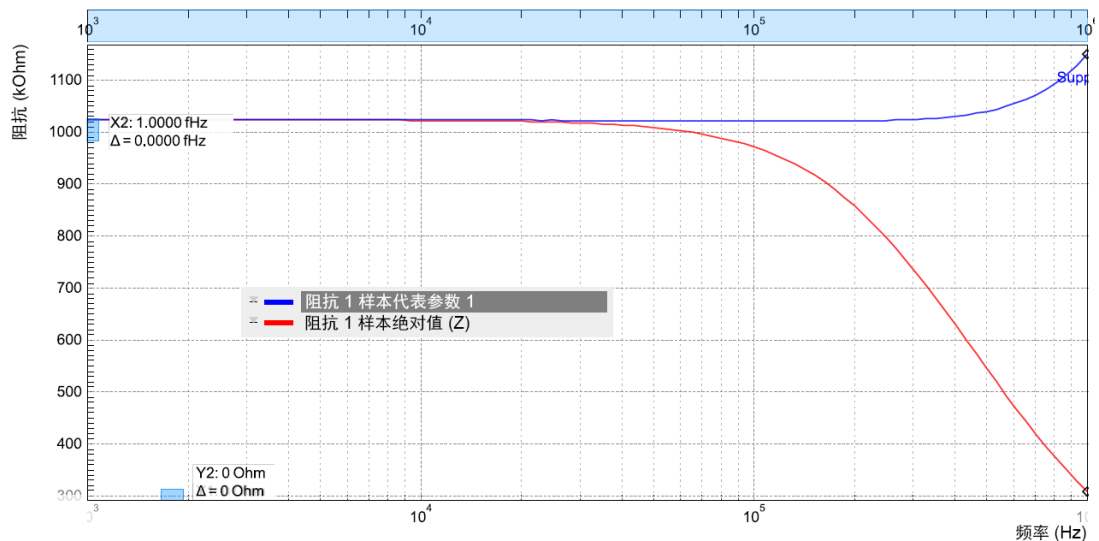
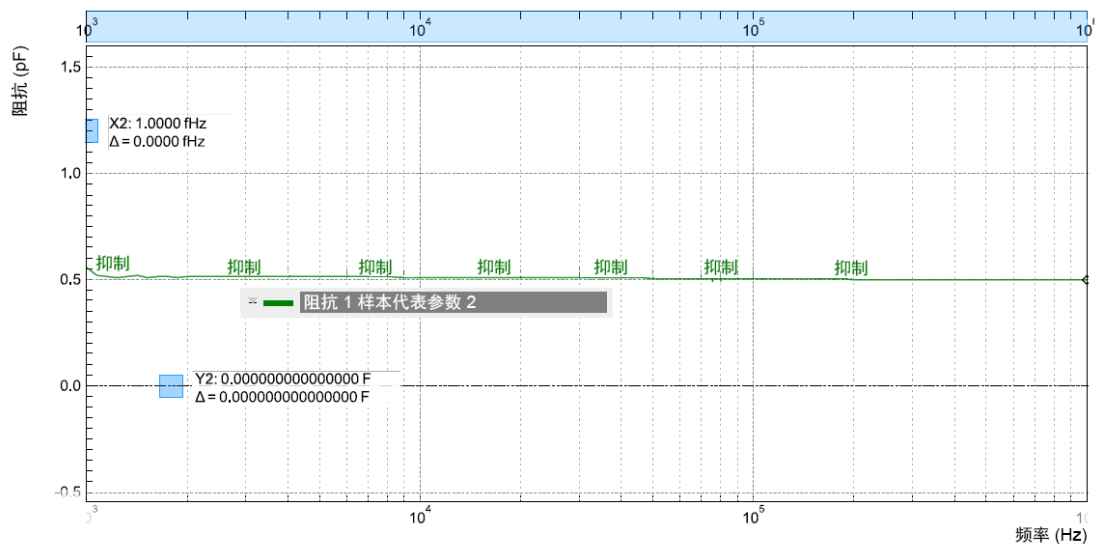

图 3.24.使用 LabOne Sweeper（参数扫描仪）测量的 1 MΩ 通孔设备的绝对阻抗  $|Z_{OUT}|$  和替换电路电阻
图 3.25.使用 LabOne Sweeper（参数扫描仪）测量的 1 MΩ 通孔设备的替换电路电容
单击 **Single** 开始频率扫描。通过在 Vertical Axis Groups（垂直轴组）部分中选择“Impedance 1 Sample Abs(Z)”（阻抗 1 样本绝对值 (Z)），显示绝对阻抗  $|Z_{DUT}|$ 。我们可能期望这个参数保持在 1 MΩ 不变，但实际上它在 500 kHz 频率下降低了大约 50%。图 3.24 中的绘图显示了  $|Z_{DUT}|$  的测量结果，即 Sweeper（参数扫描仪）选项卡绘图部分中的红色曲线。绝对阻抗的下降是由于寄生并联电容造成的。在足够高的频率下，该电容形成电流旁路，因此导致阻抗降低。
理想情况下，电阻和电容都与频率无关。看看图 3.24 ( $R_p$ ) 中的蓝色曲线和图 3.25 ( $C_p$ ) 中的绿色曲线，这确实是测量中经常出现的情况：在频率高达数个 100 kHz 的情况下， $R_p$  平稳保持在 1 MΩ 左右，而  $C_p$  保持在大约 0.5 pF。但是，两条曲线的几段都标有置信度指示器警告“Suppression”（抑制）。这表示电容测量结果在高频时最可靠，电阻测量结果在低频时最可靠。